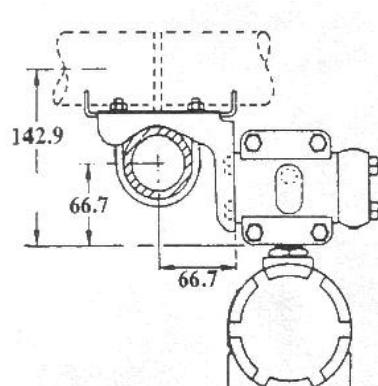

图 2.2 弯支架管装图
**弯支架管装**的典型安装方式如图 2.2 所示。用所提供的 4 个螺栓将变送器固定于管装弯支架上，再通过 U 型螺栓将管装弯支架固定于Φ50 mm 左右的水平管上。